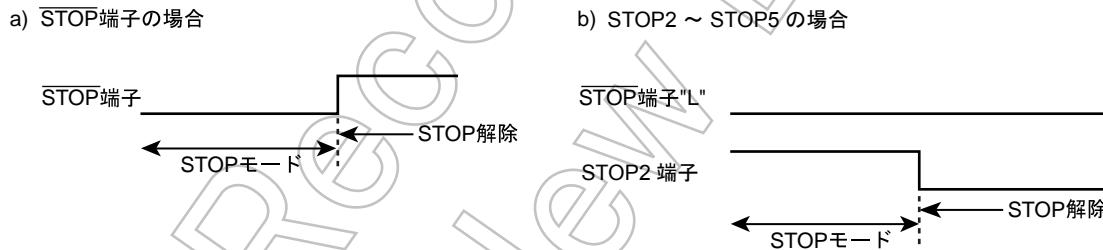

図 15-3 STOP 端子と STOP2～STOP5 端子の優先順位
- 注 6) STOP2～STOP5 入力によって STOP モードを解除する (“L” レベル）場合は、STOP モード中 STOP 端子を必ず “L” レベルに固定してください。（図 15-3）